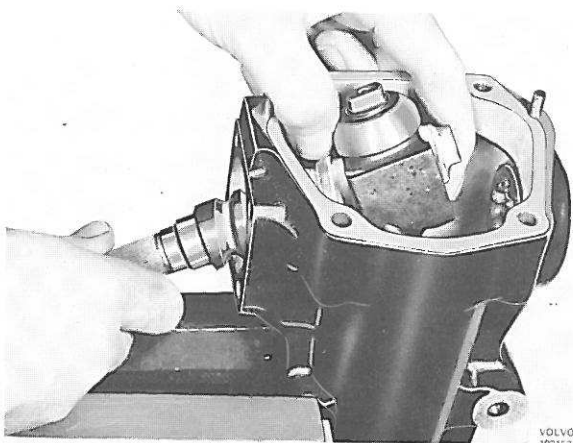

Figure 68. Montage de la vis sans fin de direction
3. Monter l'écrou à recirculation de billes en même temps que la vis sans fin de direction dans le boîtier, figure 68. Centrer la vis sans fin de direction avec précaution dans le roulement inférieur.